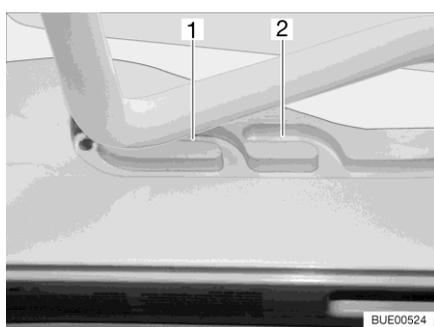
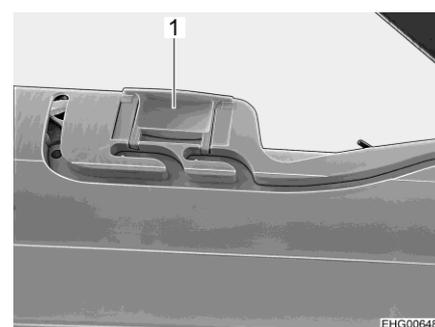

Fig. 30 Guida (posizione di ricircolo d'aria)
Fig. 31 Bloccaggio (posizione di ricircolo d'aria)
- Posizione di ricircolo d'aria** È possibile portare l'oblò Heki in due posizioni di ricircolo d'aria: Posizione brutto tempo (Fig. 30,1) e posizione centrale (Fig. 30,2). A seconda del modello, l'oblò può essere bloccato sulla posizione centrale del suo telaio con i due chiavistelli (Fig. 31,1) di sinistra e destra.
- Premere la staffa leggermente verso l'alto, spingerla nella guida selezionata (Fig. 30,1 o 2) ed eventualmente bloccarla.